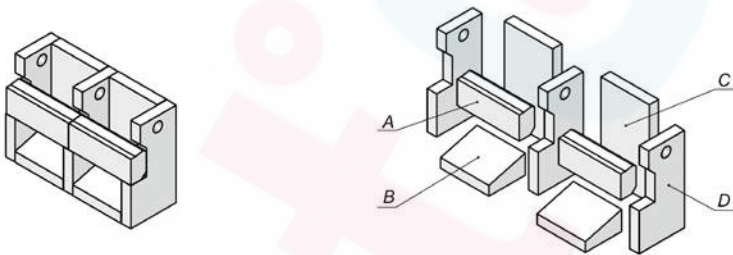

Рис. 6.
Через передние дверцы (28 и 29) в камеру вторичного сгорания (15) вставляется крайние и центральную плиты (D) (см. рис. 6). Между ними вставляется задние плиты (C) и нижние плиты (B). И наконец, на кромки крайних и центральных плит ребром устанавливаются передние плиты (A) (выемкой вниз камеры горения).